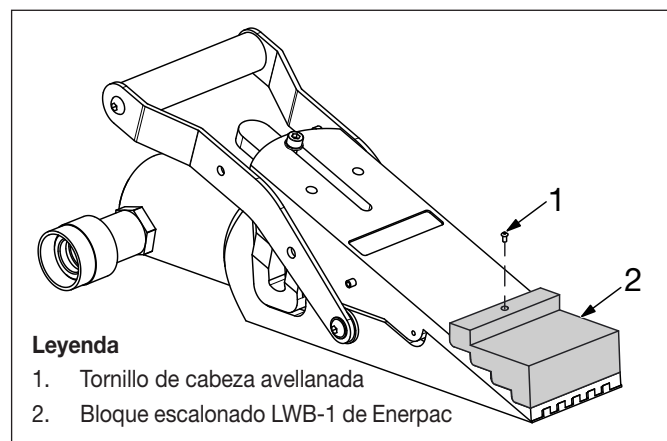

Figura 6, bloque escalonado LWB-1 de Enerpac
2. Monte el bloque escalonado en la mordaza de elevación y fíjelo con el tornillo de cabeza avellanada, como se muestra en la Figura 6.